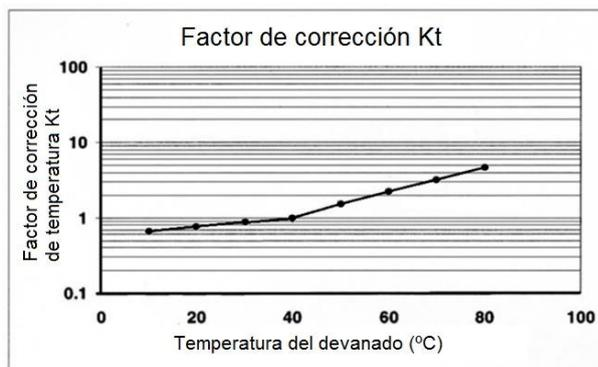

Figura 4.6: Factor de corrección de la resistencia de aislamiento en función de la temperatura
Se debe convertir la resistencia de aislamiento medida en los devanados para 40°C, utilizando el factor de corrección mostrado en la Figura 4.6 (norma IEEE43) y aplicando en la siguiente fórmula:
**Kt** = Factor de corrección de resistencia de aislamiento en función de la temperatura, conforme la Figura 4.6.
Los valores utilizados para generar la curva de la Figura 4.6 son mostrados en la Tabla 4.2.